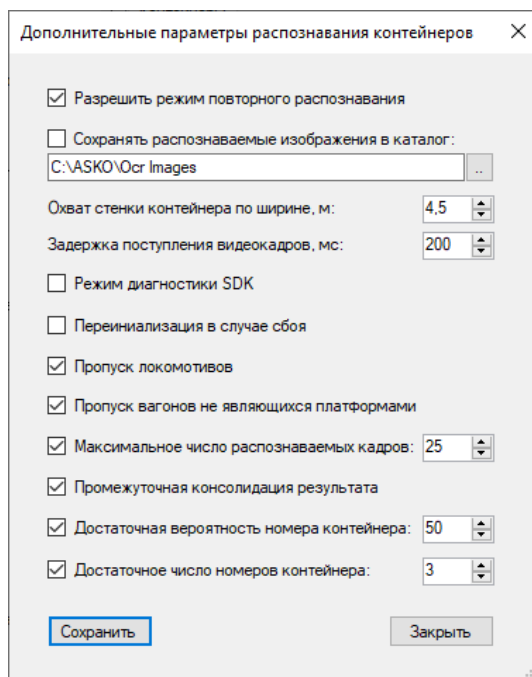

Рисунок 35 – Дополнительные параметры распознавания контейнеров
- 13) Для изменения дополнительных параметров распознавания номеров контейнеров нажмите на кнопку «Дополнительно», в результате откроется окно, показанное на рисунке Рисунок 35.